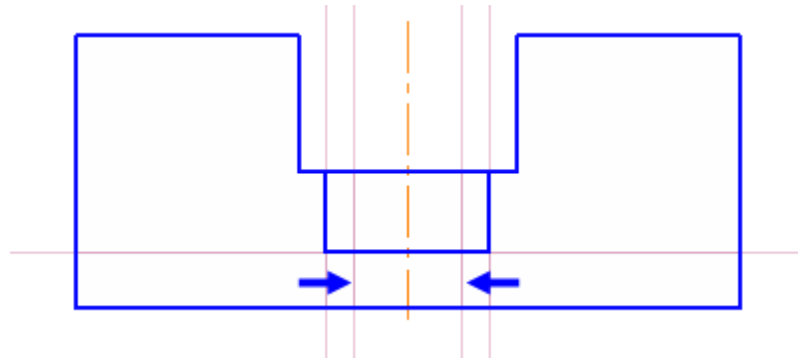

Рисунок 16.
- Постройте две вспомогательные прямые, параллельные осевой линии на расстоянии 8 мм от нее (рис. 16).